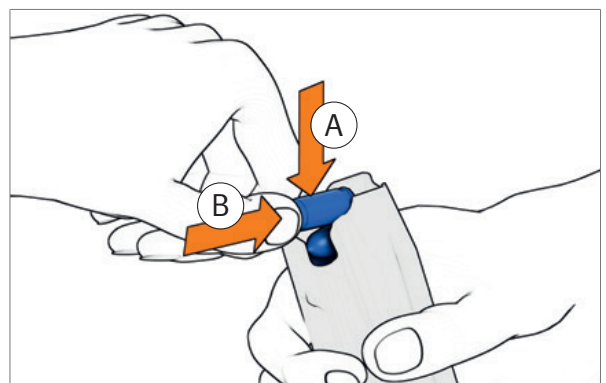

Abb. 40: Magazin füllen
2. Patrone unter die Magazinlippen drücken (Abb. 40).
3. Patrone bis zum Anschlag nach hinten schieben (Abb. 40).